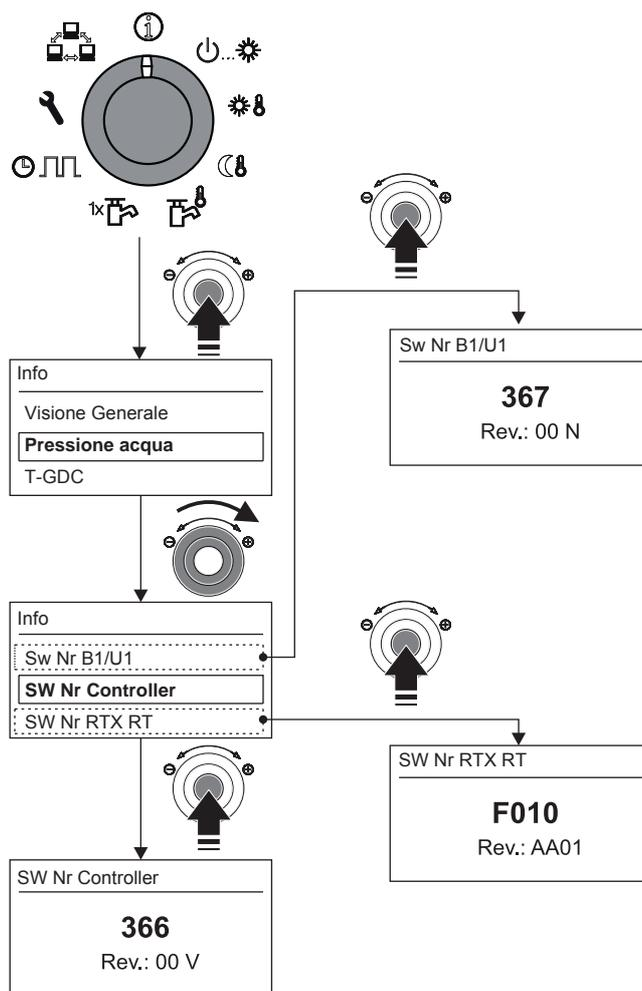

Figura 6-5 Informazioni software dei componenti della regolazione
In tal caso tenere a portata di mano i dati fondamentali dell'apparecchio (procedimento v. figura 6-5):
- Versione del software (v. figura 6-5) di: